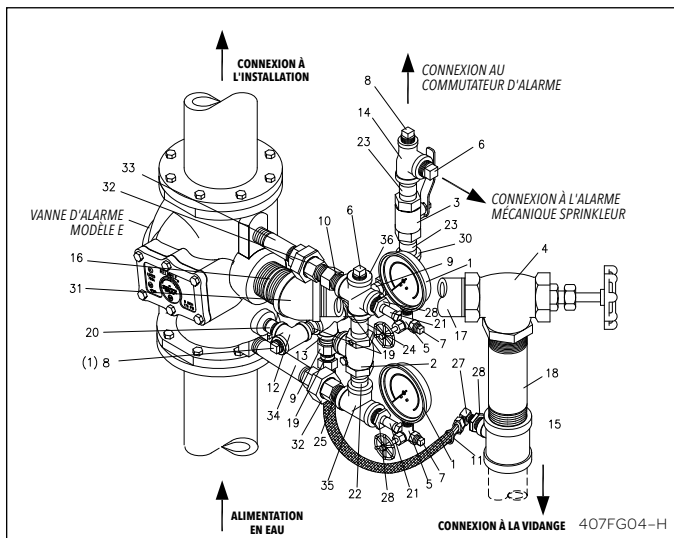

Fig. 4 – Installation verticale avec pression constante
### Pression constante (Fig. 4 et 6)
Lorsque l'eau cesse de s'écouler dans la vanne d'alarme, le clapet (4) se replace sur son siège, ce qui interrompt le débit d'eau vers la chambre de retardement. Les orifices de vidange (élément 9, fig. 4 et 6) permettent de vidanger la chambre de retardement et la conduite de l'alarme par le tuyau de vidange (élément 11, fig. 4 et 6).